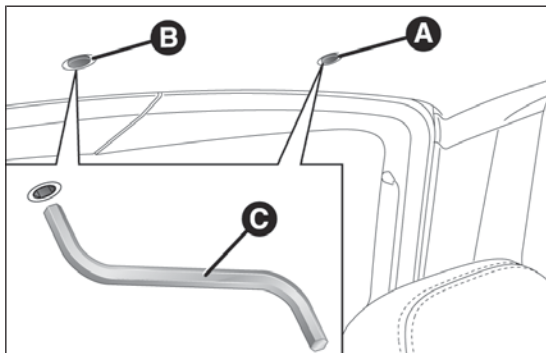

fig. 73
- ☐ **Movimentazione tendina:** rimuovere il tappo di protezione A fig. 73 ubicato sul rivestimento interno;